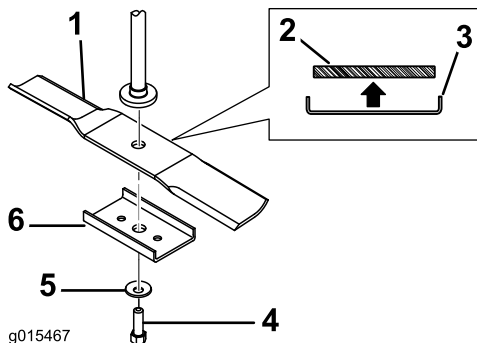
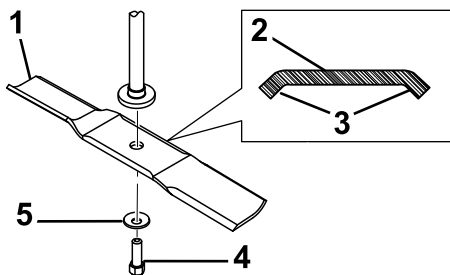

Figura 2
Figura 3
1. Tra quelli mostrati in Figura 2 e Figura 3, selezionate il tipo di lama più adatto alle lame del vostro tosaerba. Tenete l'estremità della lama con un cencio o un guanto bene imbottito e rimuovete la lama come mostrato.